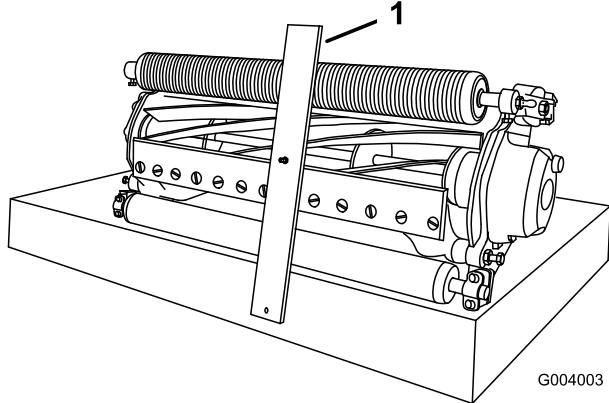

図 55
3. ゲージバーのネジ頭を下刃の切っ先に引っかけ、バーの後端を後ローラに当てる（図 55）。